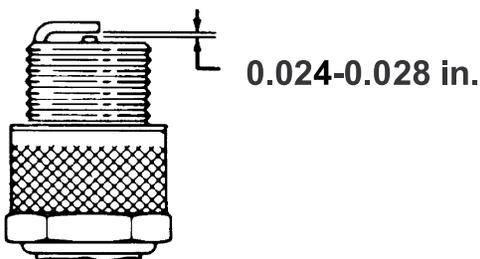

Figure 27
- Vérifiez que l'écartement des électrodes est correct (Figure 27).